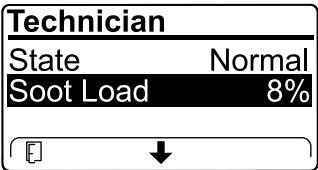

Bild 28
- Zeigen Sie die Rußlast an, die als Prozentsatz des Rußes im Dieselpartikelfilter (Bild 28) gemessen wird, siehe Tabelle für die Rußlast.